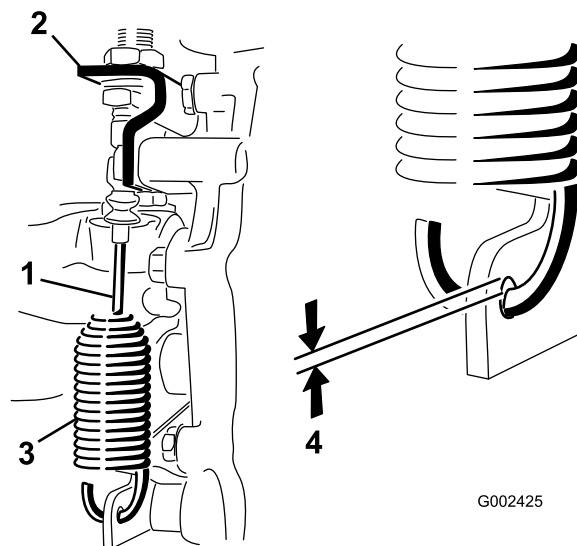

Figura 46
2. Afloje las contratueras que sujetan el cable de bloqueo del diferencial al soporte del transeje (Figura 46).